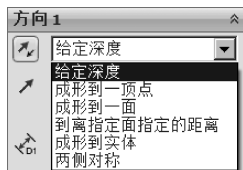

图 3-2 【终止条件】
1) “终止条件”下拉选框：设置特征拉伸的终止条件，其选项如图 3-2 所示。单击  (反向) 按钮，可以沿预览中所示的相反方向拉伸特征。